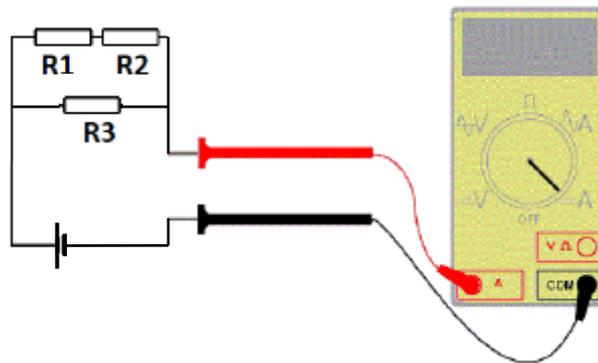

Figura 05: Esquema de montagem do procedimento E.
- 2) Utilize a protoboard, conectores jacarés, jumpers, os resistores, a fonte e o amperímetro para montar a configuração ilustrada na Figura 05. OBS: Para evitar avaria no amperímetro, inicie com a escala de 2 A, e caso haja necessidade, mude a escala para 200 mA;